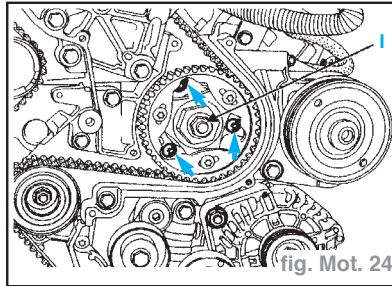

fig. Mot. 24
- l'écrou de fixation du moyeu sur la pompe (I) fig. Mot. 24),